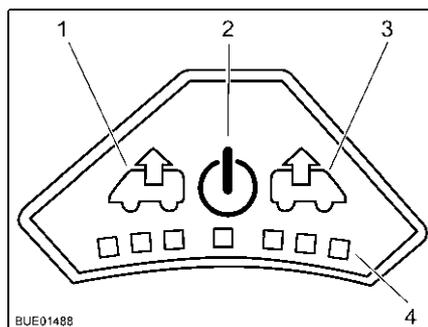

Fig. 85 Panneau de commande du ventilateur
- Appuyer sur la touche Marche/Arrêt (Fig. 85,2). Le ventilateur fonctionne en mode confort (aération à faible vitesse de rotation).
- Pour augmenter la vitesse de rotation du ventilateur, appuyer sur la touche Ventiler (Fig. 85,1). La vitesse de rotation du ventilateur augmente d'un niveau de puissance dans le sens de l'échappement. Les DEL (Fig. 85,4) montrent les niveaux de puissance.
- Pour réduire la vitesse de rotation du ventilateur, appuyer sur la touche Aérer (Fig. 85,3). La vitesse de rotation du ventilateur diminue d'un niveau de puissance.
- Pour augmenter la vitesse de rotation du ventilateur, appuyer sur la touche Aérer (Fig. 85,3). La vitesse de rotation du ventilateur augmente d'un niveau de puissance dans le sens de l'aération. Les DEL (Fig. 85,4) montrent les niveaux de puissance.
- Pour réduire la vitesse de rotation du ventilateur, appuyer sur la touche Ventiler (Fig. 85,1). La vitesse de rotation du ventilateur diminue d'un niveau de puissance.
- Appuyer sur la touche Marche/Arrêt (Fig. 85,2). Le ventilateur s'arrête, les DEL s'éteignent.